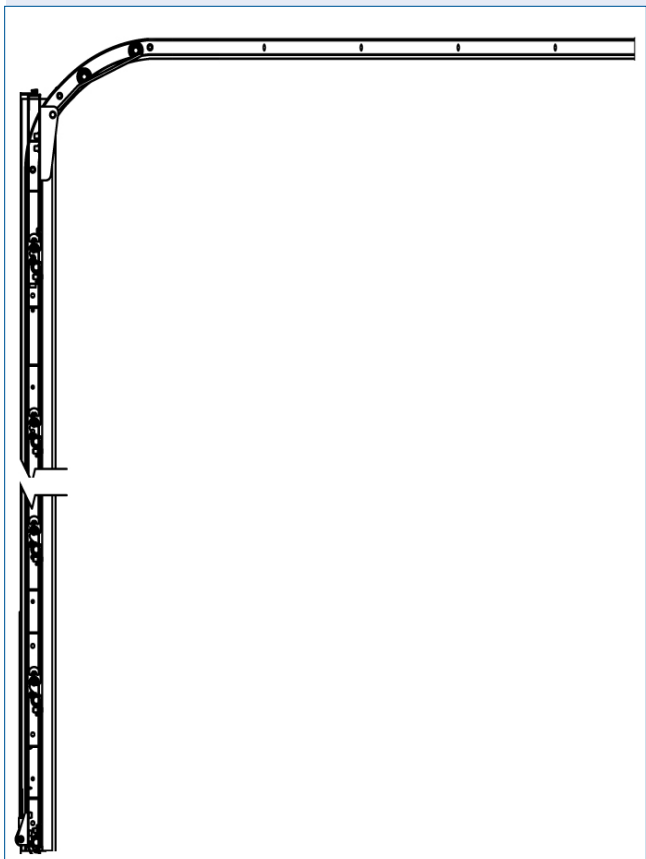

Abb. 2.2.1
- Positionieren Sie die **horizontalen Führungsschienen** im Winkel von 90° zur vertikalen Führungsschiene (s. Abb. 2.2.1 u. Einbauzeichnung) in Verlängerung des Radius und parallel zum Dach.